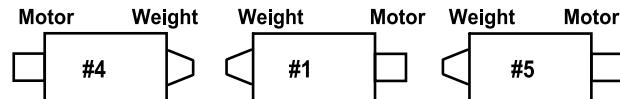

Bild 12
**Wichtig:** Montieren Sie an den Schneideinheiten Nr. 4 (vorne links) und Nr. 5 (vorne rechts) die Schlauchführungen mit den Befestigungsmuttern der Stangenhalterung vorne an den Schneideinheitnasen. Die Schlauchführungen sollten sich zur mittleren Schneideinheit neigen (Bild 12 bis Bild 14).
6. Verbessern Sie die Lenkung an den hinteren Schneideinheiten, indem Sie die zwei Gelenkdistanzstücke, Sechskantschrauben und Bundmuttern (Bild 15) von den Trägerrahmen der hinteren Schneideinheiten (Nr. 2 und Nr. 3) entfernen (Bild 12).